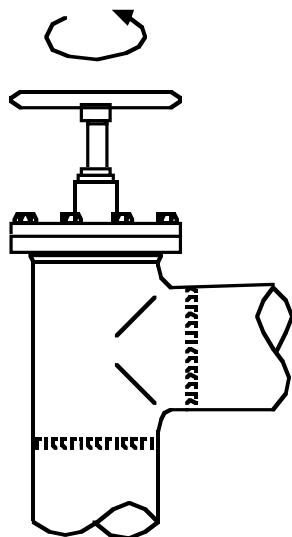

Fig. 5
1. Backseating (fig. 5): To backseat the valve, turn the spindle anticlockwise until the valve is fully open.
1. Bagudtætning (fig. 5): Ventilen bagudtættes ved at dreje spindlen mod urets retning, indtil ventilen er helt åben.
1. Rücksitzdichtung (Fig. 5): Das Ventil kann rücksitzgedichtet werden durch Drehen der Spindel gegen den Uhrzeigersinn bis an voll geöffnete Position des Ventils.
1. Cierre hacia atrás (fig. 5): La válvula se cierra hacia atrás, girando el vástago en el sentido contrario de las agujas del reloj hasta que la válvula esté totalmente abierta.